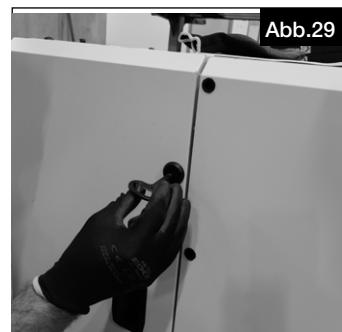

Abb.29
1. Die Türen mit dem im Lieferumfang enthaltenen Schlüssel entriegeln und die Türen öffnen (s. Abb.29).